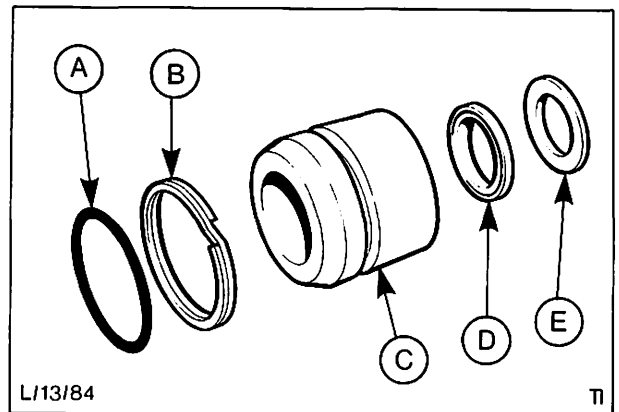

Abb. 34 A = O-Ring
28. Innere Dichtungen über das Gewinde der Zahnstange schieben (wie in Position 20 beschrieben mit Papierhülle versehen), die Dichtung mit Nut zuerst einsetzen, Abb. 34. Innere Dichtungen an das Führungslager montieren.